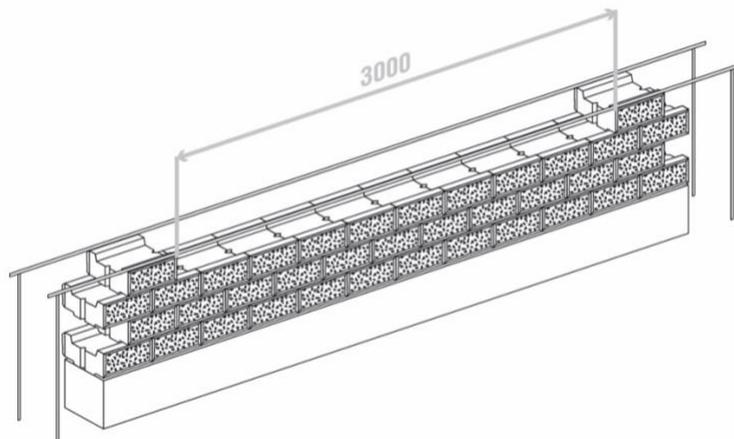

Fig. 3
- Colocação da primeira fiada de peças, em todo o comprimento do muro. (Ver Fig. 3)
2. Colocação das fiadas subsequentes (máximo 4 em 4) de forma contrafiada. A aplicação deverá ser iniciada em simultâneo, em pontos equidistantes de + ou - 3 mts - (Ver Fig. 3) -, a desenvolver para os lados direito e esquerdo, ocorrendo o encontro de peças a cerca de 1,5 m dos pontos a partir dos quais se iniciou a aplicação. Tal permitirá garantir alinhadas as juntas verticais, que serão coincidentes, alternadamente. (Ver Fig. 3);